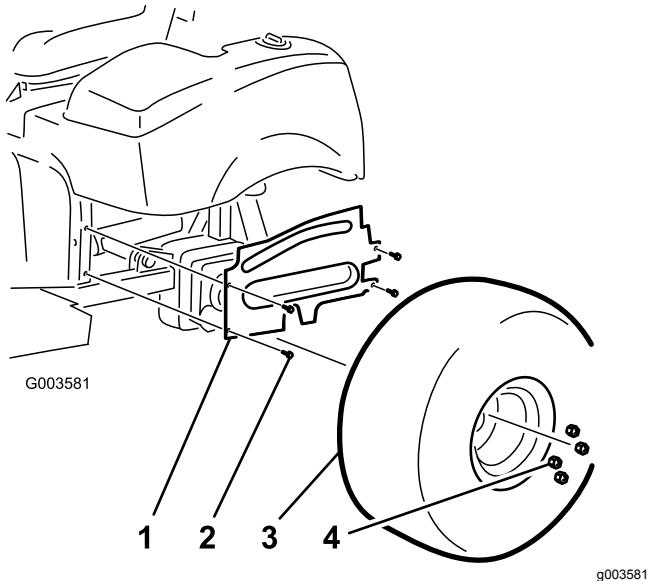

Figura 4
4. Remova os 4 parafusos de cabeça flangeada que prendem o resguardo da roda do lado esquerdo à estrutura (Figura 4). Retire e guarde o resguardo.